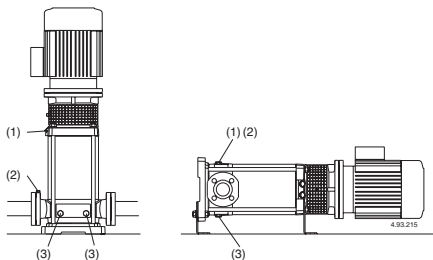

Fig.4 (1) Vullen ontluchtingsplug
**Wanneer de pomp boven het vloeistofniveau geplaatst is** (zuigsituatie, **fig. 3A**) of in een situatie waar de toeloopdruk te laag is (minder dan 1 m) om de terugslagklep te openen, vul de zuigleiding en de pomp door de vulopening (**fig. 4**).
Sluit de ontluchtingvoor (fig. 4) voor MXV-B, MXV(L) 25-32-40 en MXV(L)4 25-32-40 Sluit de naaldschroef (14.07) in de aftaplug (14.12) (fig. 4b) en sluit de ontluchting (14.04).
Wanneer zuigverliezen optreden (onderbreken van flow ondanks geopende afsluiter) of drukschommelingen weergegeven op de manometers, controleer of alle leidingverbindingen luchtdicht zijn en controleer of de naaldschroef van de ontluchting gesloten is (fig. 4).
Of, na het legen, reinigen door schoon water (minimaal 40 liter) in het vulgat (1) te gieten aan de afvoerkant en het weer uit het afvoergat (3) aan de aspiratiekant (**fig. 4**) te laten lopen.
Voor demontage, koppel de voedingskabel van het aansluitkastje, sluit de kleppen in de zuig- en persleidingen en ledig het pomphuis (fig. 4)